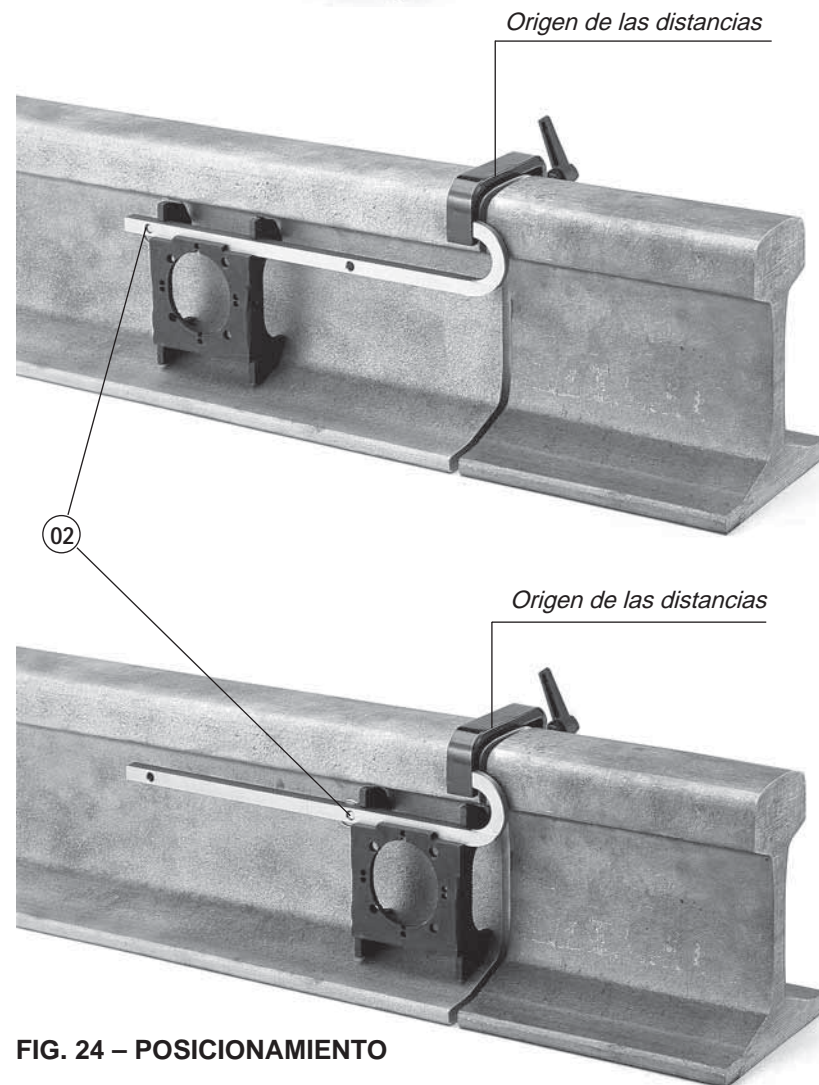

FIG. 24 – POSICIONAMIENTO
– la **plantilla de colocación MPAF.. esté a tope contra el perno de bloqueo (02)** (ver Fig. 24).